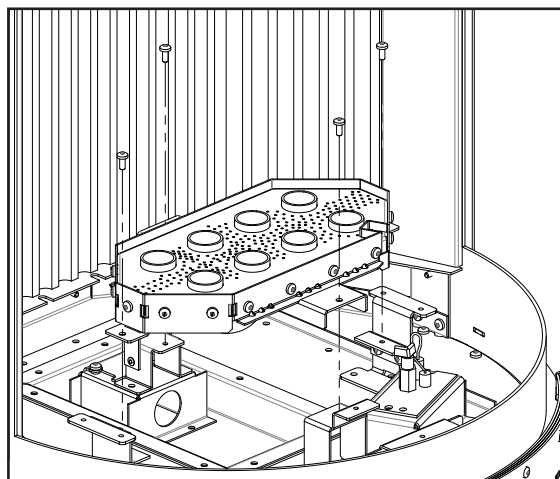

Figure 45: Retrait du brûleur
Retirez les quatre (4) vis fixant le bac du brûleur à l'aide d'un tournevis T20. Tournez le brûleur vers le haut et soulevez-le (voir la Figure 45).